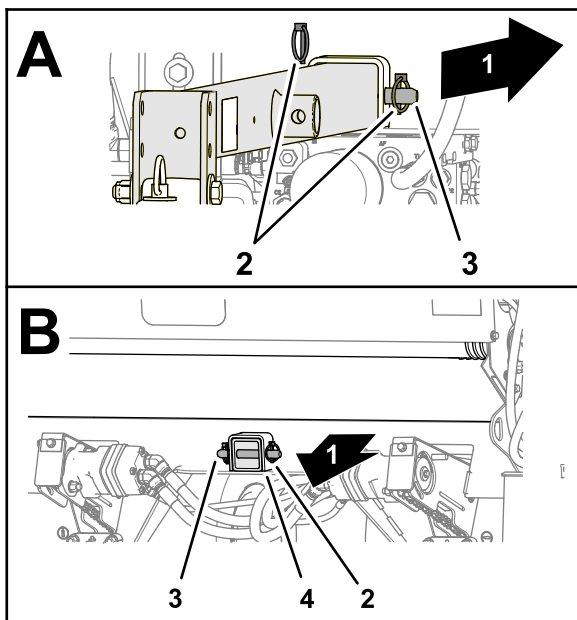

图4
2. 将牵引杆内的孔与接收管中的孔对齐并用 2 个柱销和 4 个保险销将牵引杆固定至接收管 图4。